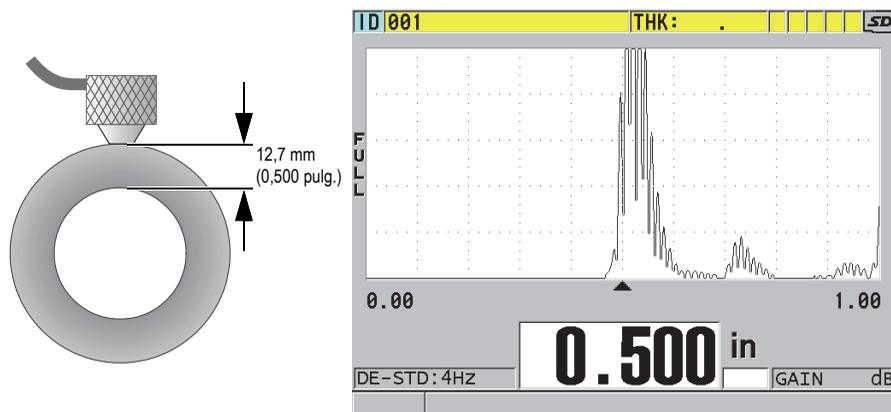

Figura 5-9 Acoplamiento de sonda dual y lectura del espesor medido
2. Ejercer una presión moderada a firme para acoplar la punta de la sonda sobre la superficie del material bajo ensayo. Mantenga la sonda al ras de la superficie de dicho material (ver Figura 5-9 en la página 95).